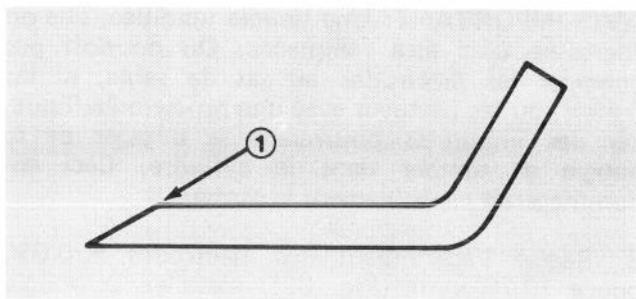

Figure 37
5. A l'aide d'une lime, aiguisez le taillant aux deux extrémités de la lame (Fig. 37).
AVIS IMPORTANT: Aiguisez le côté supérieur de la lame et maintenez l'angle de coupe d'origine pour assurer un taillant bien tranchant (Fig. 37). La lame restera équilibrée si vous enlevez la même quantité de métal aux deux extrémités de la lame.